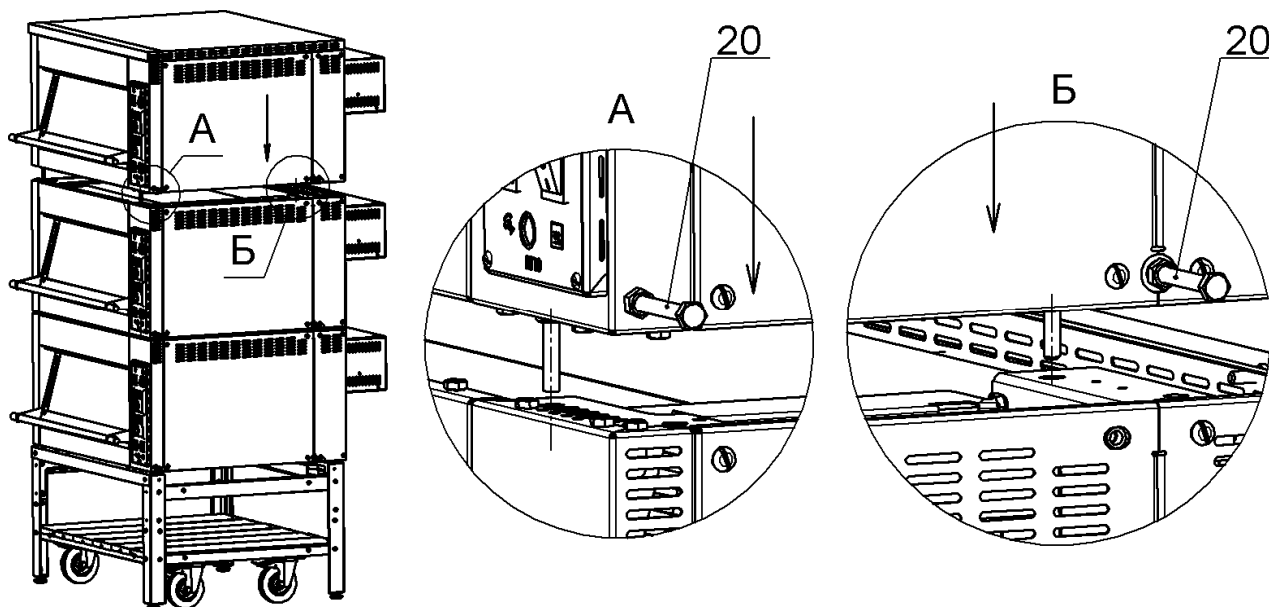

Рис.12
13. Установить верхнюю печь (с крышкой) третьим ярусом так, что бы концы 4-х шпилек М8 на углах устанавливаемой печи попали в отверстия на нижестоящей печи, как показано на рис.12: